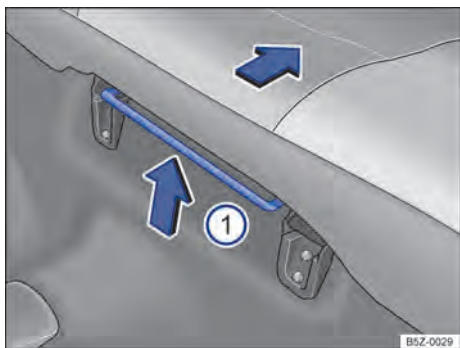

Fig. 73 Alavanca para regulagem longitudinal do banco traseiro ①.
- Levantar a alavanca → Fig. 73 ① e deslizar o banco para a frente ou para trás.